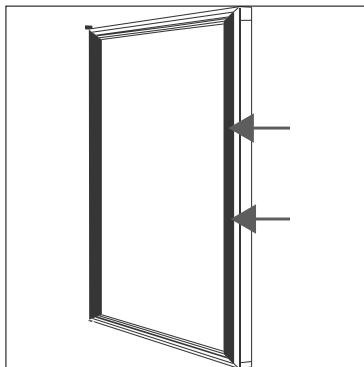

Abb. 2
- ▶ Ziehen Sie die Türdichtung vorsichtig von der Innenseite der Kühlraumtür im mittleren, äußereren Bereich aus der Führung heraus, um die Bohrlöcher für den Türgriff (20) freizulegen (**siehe Abb. 2**).
- ▶ Halten Sie den Türgriff (20) von der Türaußenseite an die Bohrlöcher im Türrahmen und schrauben Sie den Türgriff mit beiden Schrauben fest.
- ▶ Nach der Montage des Türgriffs (20) drücken Sie die Dichtung wieder in die Führung und achten Sie dabei auf einen festen Sitz, damit die Kühlraumtür später dicht abschließen kann.